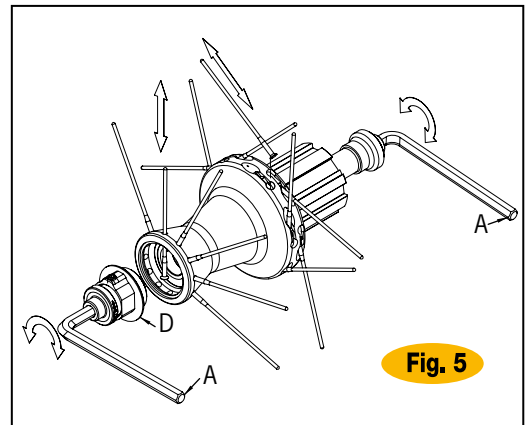

Fig. 5
- Enfiler deux clés 5 pans (A) dans les contre-écrous à l'extrémité des moyeux et dévissez les dans le sens contraire des aiguilles d'une montre (Fig.5).
- Retirez le rayon à changer et insérez le nouveau rayon (Fig.5) et bloquez avec force le contre-écrou mobile (15 Nm). Il est éventuellement possible d'effectuer un réglage grâce à la bague (D) en se reportant à la Section II : Moyeux – Moyeu arrière. Contrôlez le roulement de la roue.
- Une fois retiré le rayon endommagé, insérez manuellement le nouveau rayon en le faisant passer à travers le trou mis en évidence (Fig.5)